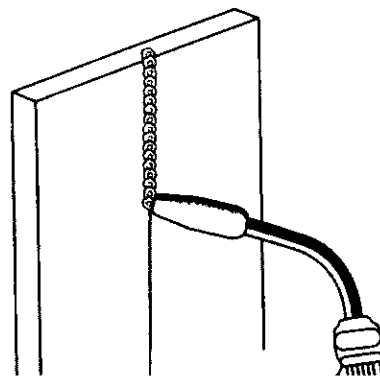

Figura 14. Soldadura vertical
3. POSICIÓN VERTICAL (Figura 14) es la siguiente posición más difícil. Jalando la pistola de arriba hacia abajo puede ser más fácil para mucha gente, pero en algunos casos puede ser difícil evitar que escurra la soldadura fundida del charco hacia abajo. Al empujar la pistola hacia arriba se puede controlar mejor el charco y se puede avanzar a menor velocidad para lograr mayor penetración. Cuando se suelda una junta vertical, el ángulo B (ver POSICIÓN DE LA PISTOLA SOBRE LA PIEZA DE TRABAJO en la página 14) se mantiene usualmente a cero grados, pero el ángulo A variará de 45 a 60 grados para tener mejor control del charco de soldadura fundida.